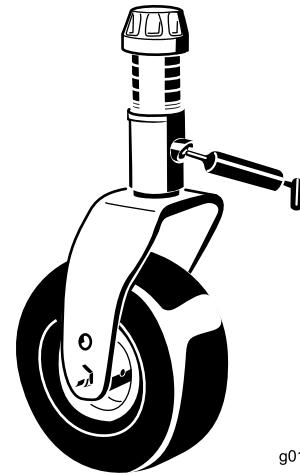

Bild 40
- Laufradgabel-Büchsen (2) (Bild 40)